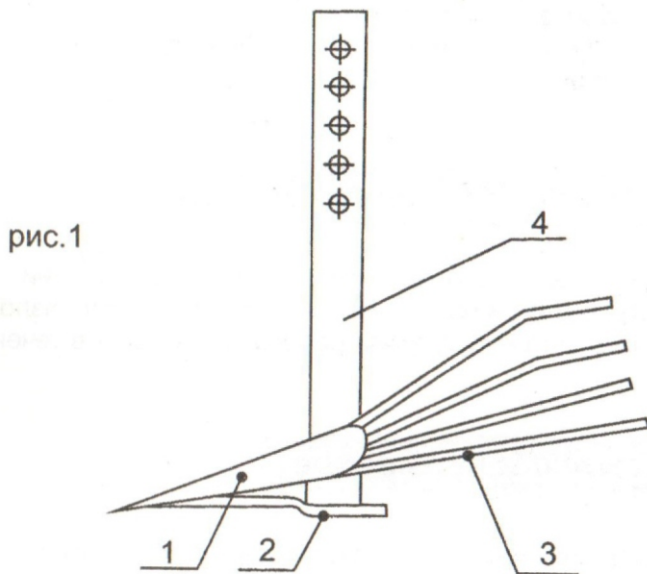

рис.1
3.1. Общий вид картофелекопателя представлен на рис. 1.